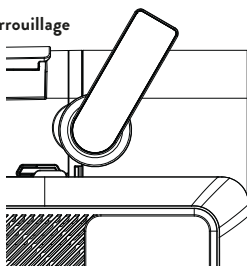

Figure 3
1. Débrancher l'appareil. Tourner l'interrupteur de verrouillage du récipient mélangeur en position déverrouillée (voir Figure 3), retirer le récipient, enlever la pale de mélange et la nettoyer. Sécher avec un chiffon.